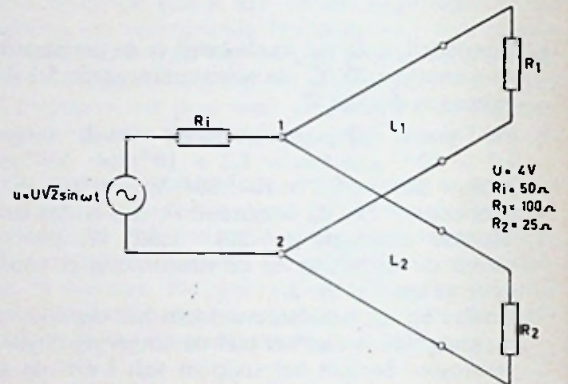

Fig. 8
- 3 Een generator met inwendige weerstand R_i is in de schakeling van fig. 8 aangesloten op de parallelschakeling van twee verliesvrije lange leidingen resp. L_1 en L_2 . De generator is zodanig belast dat het maximaal beschikbare generatorvermogen wordt afgegeven. In elk van beide weerstanden R_1 en R_2 wordt de helft van dit vermogen gedissipeerd. Verder is gegeven dat de ingangsimpedantie van beide leidingen reëel is.